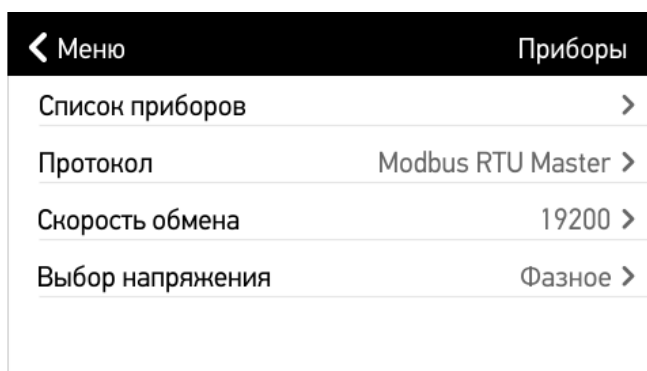

Рисунок 4.25. «Настройки» -&gt; «Приборы».
- **«Приборы»** содержит информацию обо всех записанных в модуль индикации измерительных приборах и протоколе взаимодействия между ними (рис. 4.25).